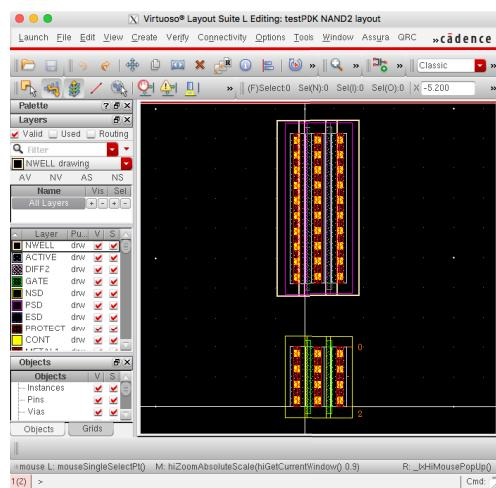

図 15: コピーした NMOS を PMOS に変更した
13. Common のチェックを入れた後、Attribute タブの Cell 欄を pmos18 に変更する。Parameter タブに移動し、Width 欄を回路図入力の際に用いた 5u に変更する。その後下の OK をクリックする。すると図 15 に示すように、選択していたトランジスタが PMOS に変化し、W が 5μm となる。